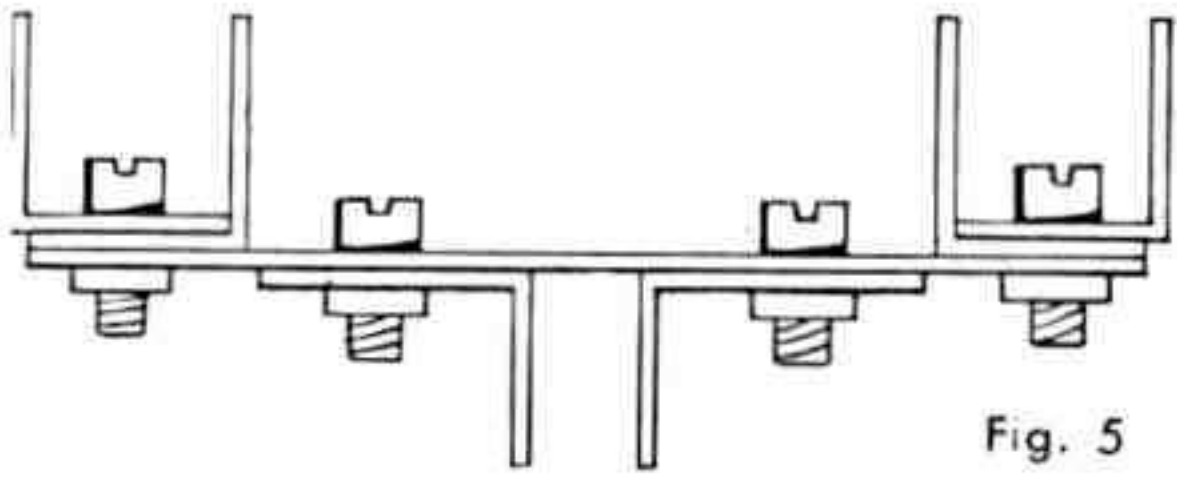

Fig. 5
Sous ces bandes de 5 trous sont fixées deux cornières de 49 trous (27) espacées de 3 à 4 mm., comme le montre la vue en coupe de la figure 5. Les cornières (27) sont prolongées de 3 trous à l'avant par une bande de 5 trous qui porte une poulie folle de 12 mm. L'avant des cornières (27) doit se trouver à 8 trous de la pointe de la flèche.